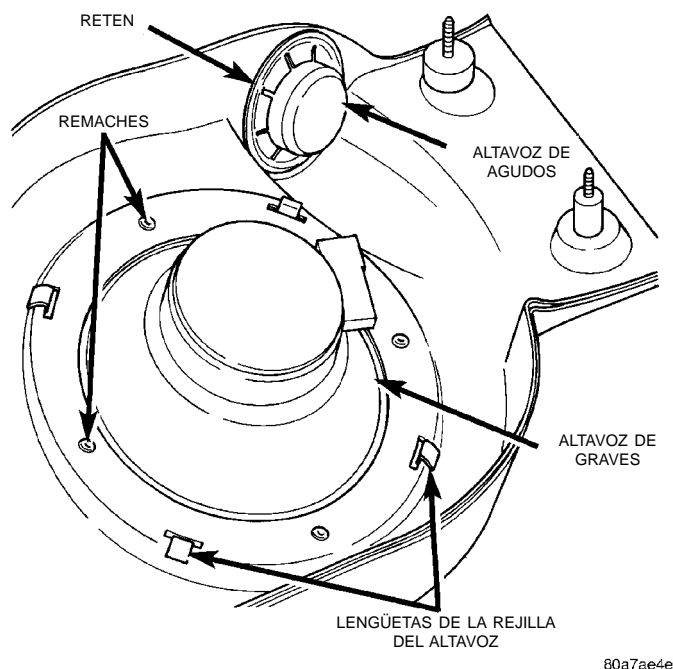

Fig. 15 Desmontaje/instalación de los altavoces de la barra de sonido
(3) Desde el interior de la barra de sonido, utilice un par de tenazas para cortar y retirar el retén tipo tuerca de presión que asegura el altavoz de agudos a la barra de sonido (Fig. 15).
(1) Retire la barra de sonido del vehículo como se describe en este grupo.
(2) Desenchufe el conector del mazo de cables del altavoz de graves.
(3) Desde el interior de la barra de sonido, enderece las lengüetas que aseguran la rejilla del altavoz a la barra de sonido (Fig. 15).
(4) Desde afuera de la barra de sonido, retire la rejilla del altavoz.
(5) Con cuidado coloque cuatro remaches que aseguren el altavoz de graves a la barra de sonido.